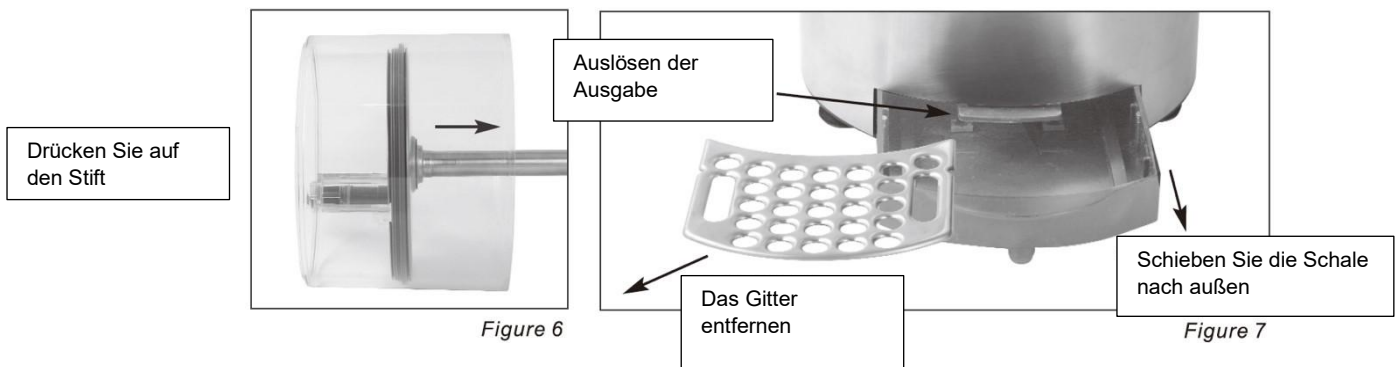

Figure 5
5) Entfernen Sie die Basis der Schüssel, indem Sie den Gummi entfernen (siehe Abbildung 5) und in der angegebenen Richtung auf die Basis klopfen (siehe Abbildung 6).